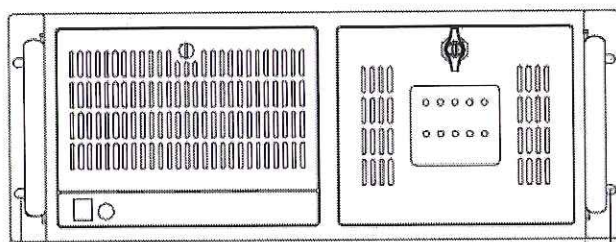

Рисунок 2 - Передняя панель системного блока
5.3.4.6 На передних панелях системных блоков (см. рисунок 2) расположены элементы управления и индикаторы: